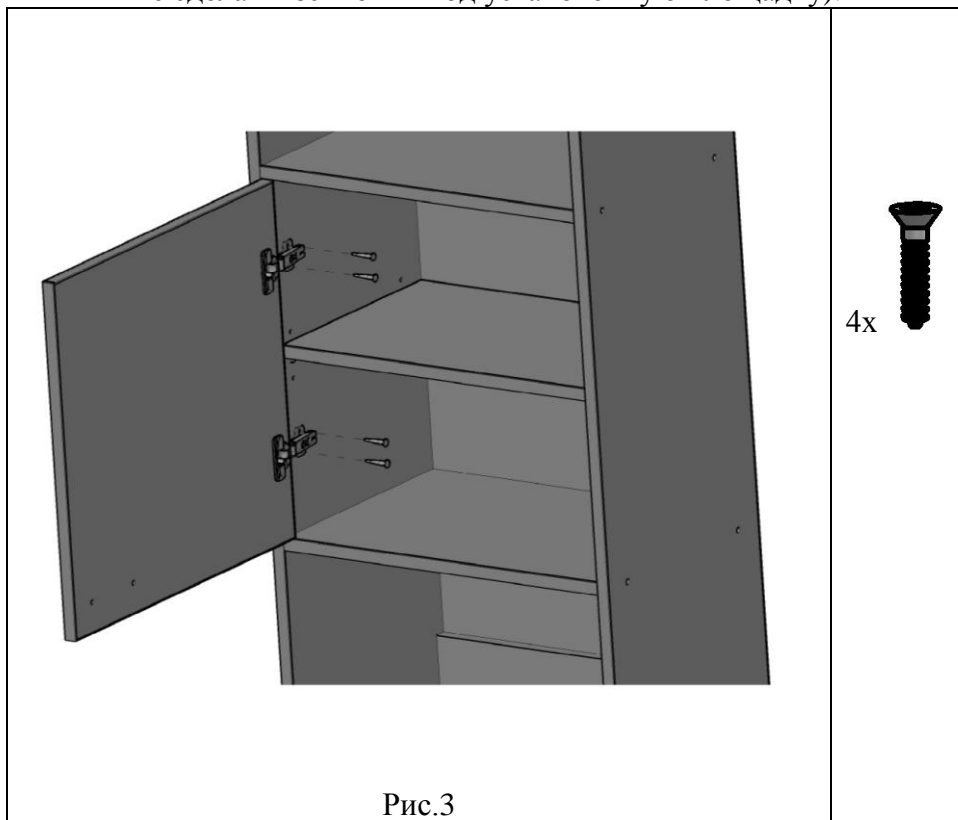

Рис.3
4.1.3. Соединить сборку п.4.1.2. с модулем СМД.01 при помощи саморезов (поз.4, пакет № 41) (см.рис.3) (на боковине сделаны зенковки под установочную площадку).